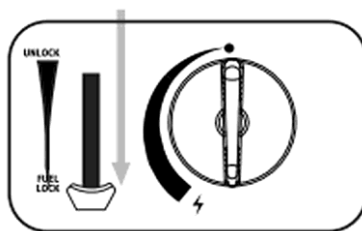

Рис. 8
4. Затем рычаг блокировки баллона (20) нажать вниз, в положение FUEL LOCK (13). (Рис. 8)